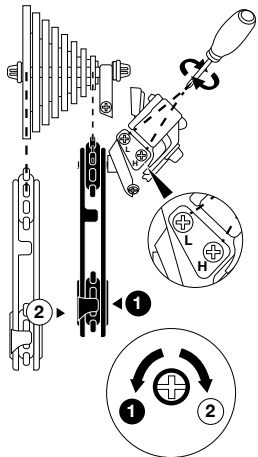

Figura 17. Impostazione delle viti di serraggio del deragliatore
2. La puleggia superiore del tendicatena deve essere allineata con il pignone superiore o inferiore quando il deragliatore si trova in posizione di alta o bassa velocità. Se la puleggia del tendicatena non è allineata, occorre stringere o allentare la vite di regolazione per ottenere la posizione corretta (vedere *Figura 17*).